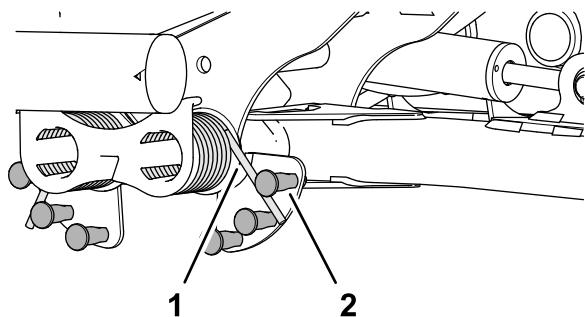

Figura 51
2. Introduceți capătul lung al arcului de contrabalansare într-un tub sau într-un obiect similar, apoi pivotați arcul în jurul urubului cu umăr până în poziția dorită (Figura 51).